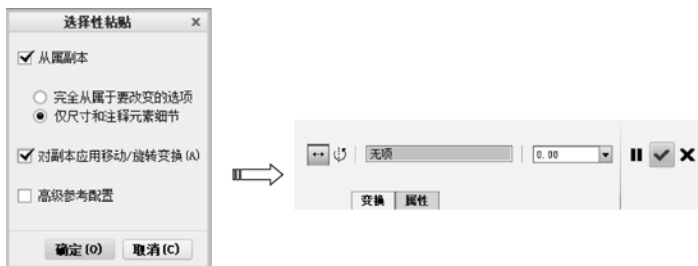

图 6-79 选择要操作的特征
04 在模型树中选中“拉伸 2”。在“模型”选项卡的“操作”组中单击“复制”按钮, 然后选择“选择性粘贴”命令。在弹出的对话框中选择 ☒ 对副本应用移动/旋转变换(A) 复选框, 单击  按钮, 打开“移动复制”操控板, 如图 6-79 所示。